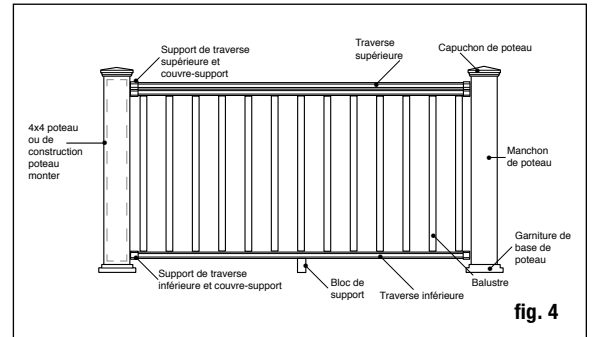

fig. 4
**Étape 5** Taillez les manchons de poteaux à leur longueur. Les manchons de poteaux devraient être d'au moins 3,6 cm (1-1/2 po) plus long que la hauteur du garde-corps (fig. 4). Exemple : Pour un garde-corps de 91 cm (36 po) de haut, découpez le manchon à au moins 97 cm (38 1/2 po), mais pouvant être laissé plus long si vous le désirez. Faites glisser un manchon de poteau coupé sur chaque poteau de garde-corps 4 x 4 ou support de poteau. Les manchons des poteaux devraient glisser facilement sur ceux-ci. **NE FORCEZ PAS** le manchon sur le poteau. Les poteaux 4 x 4 vrillés ou tordus devraient être remplacés. Glissez une garniture de base de poteau (facultative) sur chaque manchon de poteau pour offrir un beau fini. *Remarque : Il est recommandé d'installer la garniture de base de poteau avant la traverse inférieure. Cependant, la conception à deux pièces permet à l'installateur d'ajouter la garniture de base de poteau après l'installation de la rampe. Pour installer, appliquez une fine couche d'adhésif clair de construction pour l'extérieur, à l'intérieur de la garniture du poteau, là où elle entrera en contact avec le manchon de poteau, puis insérez en place, autour de la base du manchon de poteau.*